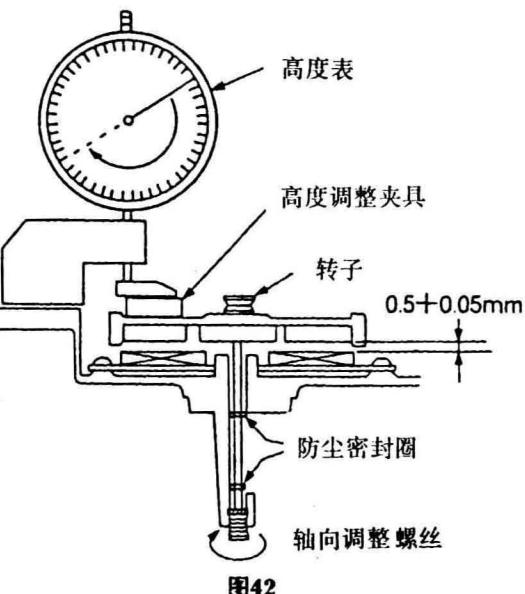

图42
④调整轴向螺钉, 使轴向间隙为0.5~0.55 mm, 如图42所示。